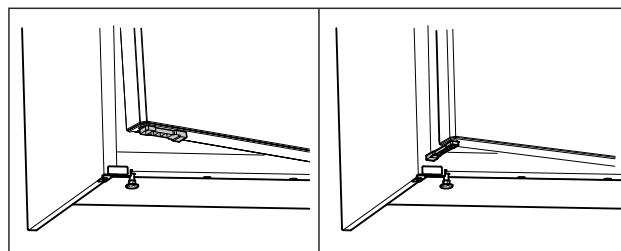

Fig. 68 *
- ▶ Поверните ограничитель открытия двери на 90°. (см. Fig. 68) *